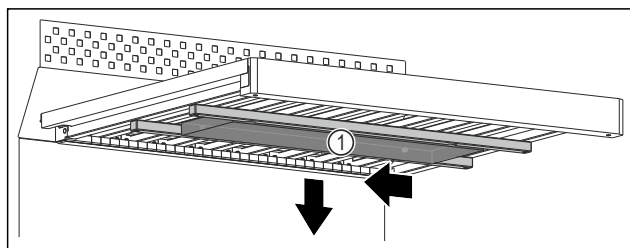

Fig. 98
- Spostare la vaschetta dell'acqua Fig. 98 (1) verso sinistra.
- Rimuovere la vaschetta dell'acqua Fig. 98 (1) verso il basso.